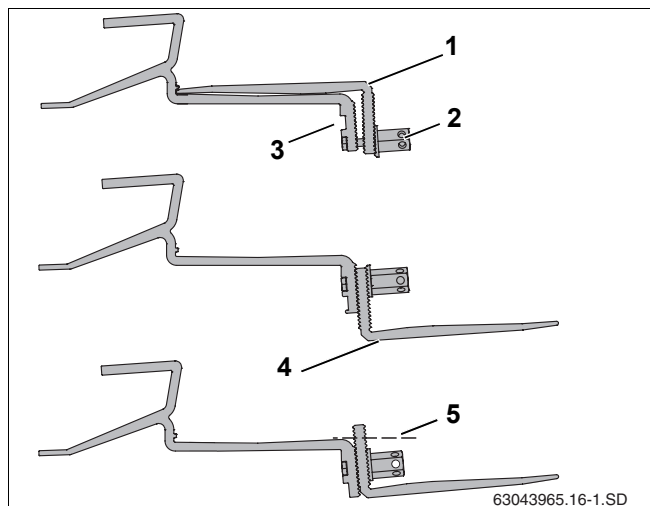

Fig. 14 Fixarea cârligelor pe căpriori
La unele tipuri de învelitori de acoperiș ar putea fi nevoie să se sprijine partea inferioară a cârligului (Fig. 14, **Poz. 4**) cu scânduri, pentru ca cârligele să se poziționeze pe țigla.
- Se desface piulița hexagonală lungă (Fig. 14, **Poz. 2**).
- Se introduce șurubul în gaura de sus (Fig. 14, **Poz. 3**).
- Se fixează ușor partea inferioară a cârligului (Fig. 14, **Poz. 1**). Nu se strâng foarte tare componentele între ele.